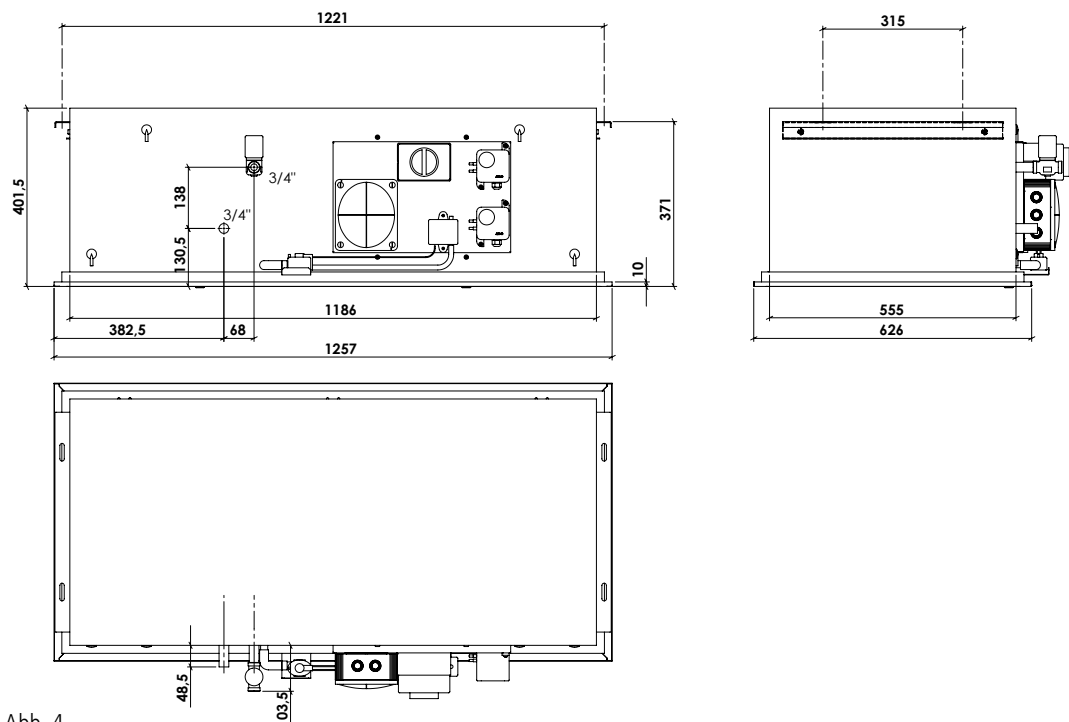

Abb. 4
- Es müssen die Aufhängungen am Gerät verwendet werden. Einzuhaltenden Maße und Abstände entnehmen Sie Zeichnungen siehe Abb.4